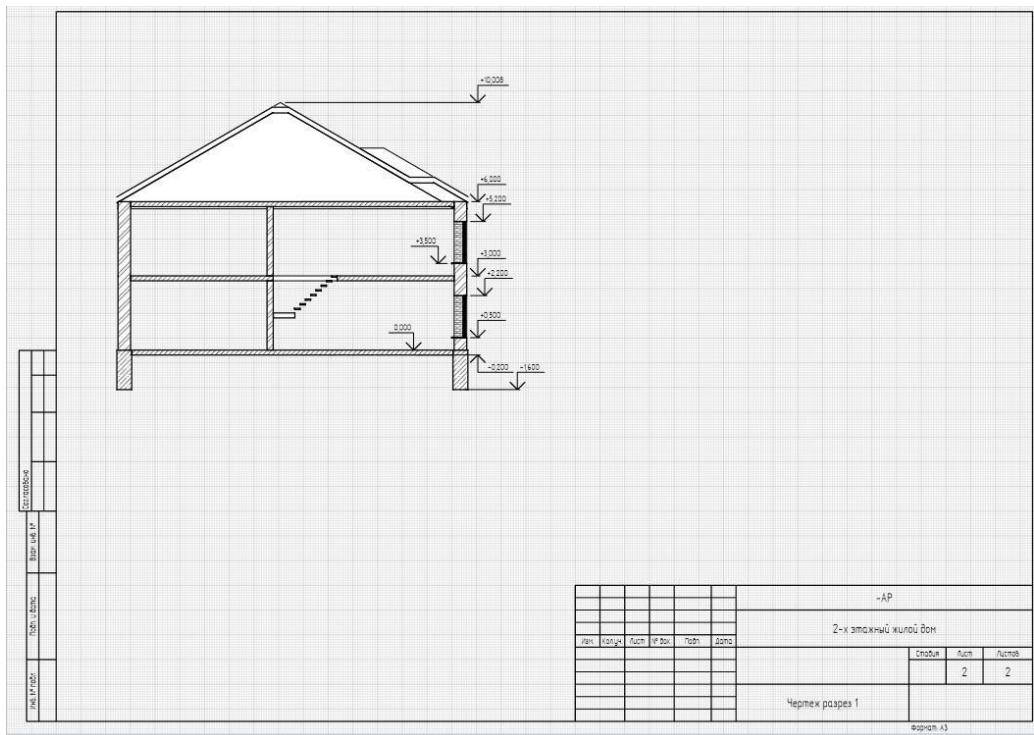

Рис. 17 Обозначение высотных отметок
- Аналогично обозначьте высотные отметки уровня фундамента и этажей (рис. 17)